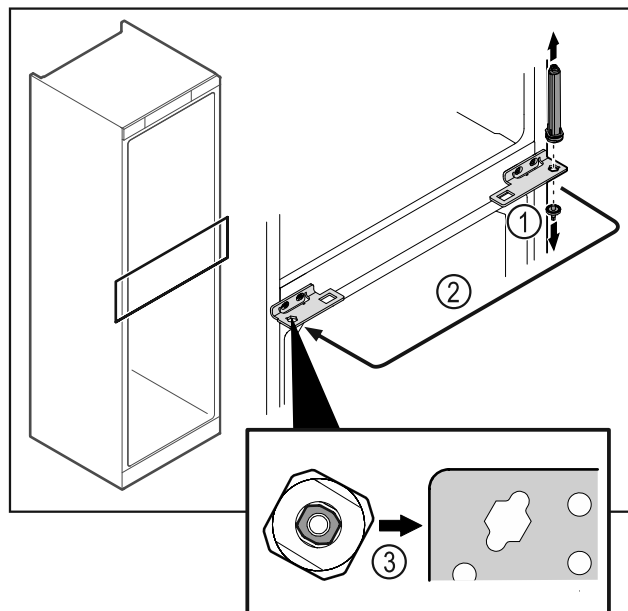

Fig. 44
- ▶ Odvijte sornik tečaja Fig. 44 (1).
- ▶ Prestavite sistem za zaklepanje vrat Fig. 44 (2).
- ▶ Pri vstavljanju pazite na pravilno poravnanoost sistema za zaklepanje vrat Fig. 44 (3).